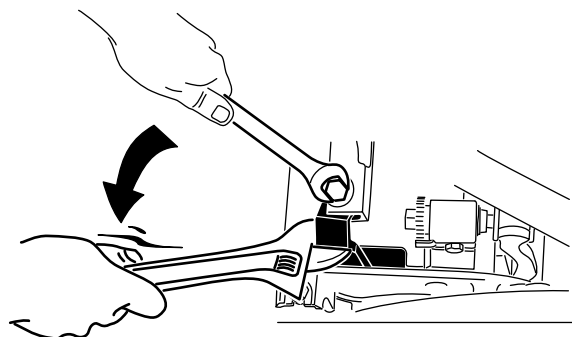

图6
**注意：** 当拧紧旋转臂紧固件时，请使用可调整扳手保持旋转臂与侧板平行 (图6)